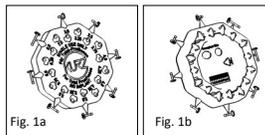
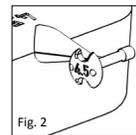

Fig. 1a
Fig. 2
■ **Fig. 1a, 1b/2** Sizer disken (Fig. 1a, 1b) til total-proteser har otte satellitformet anbragte individuelle sizerere af forskellig længde (3.0 - 7.0 mm). Den relevante længde er angivet på bagsiden af hver sizer (Fig. 2). Udsparingerne og borerne tjener til reduktion af vægten, samt til bedre oversigt ved udførelse af målingen i mellemøret.